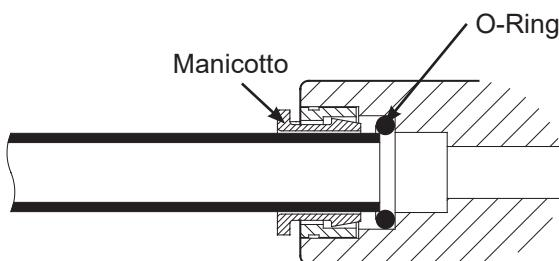
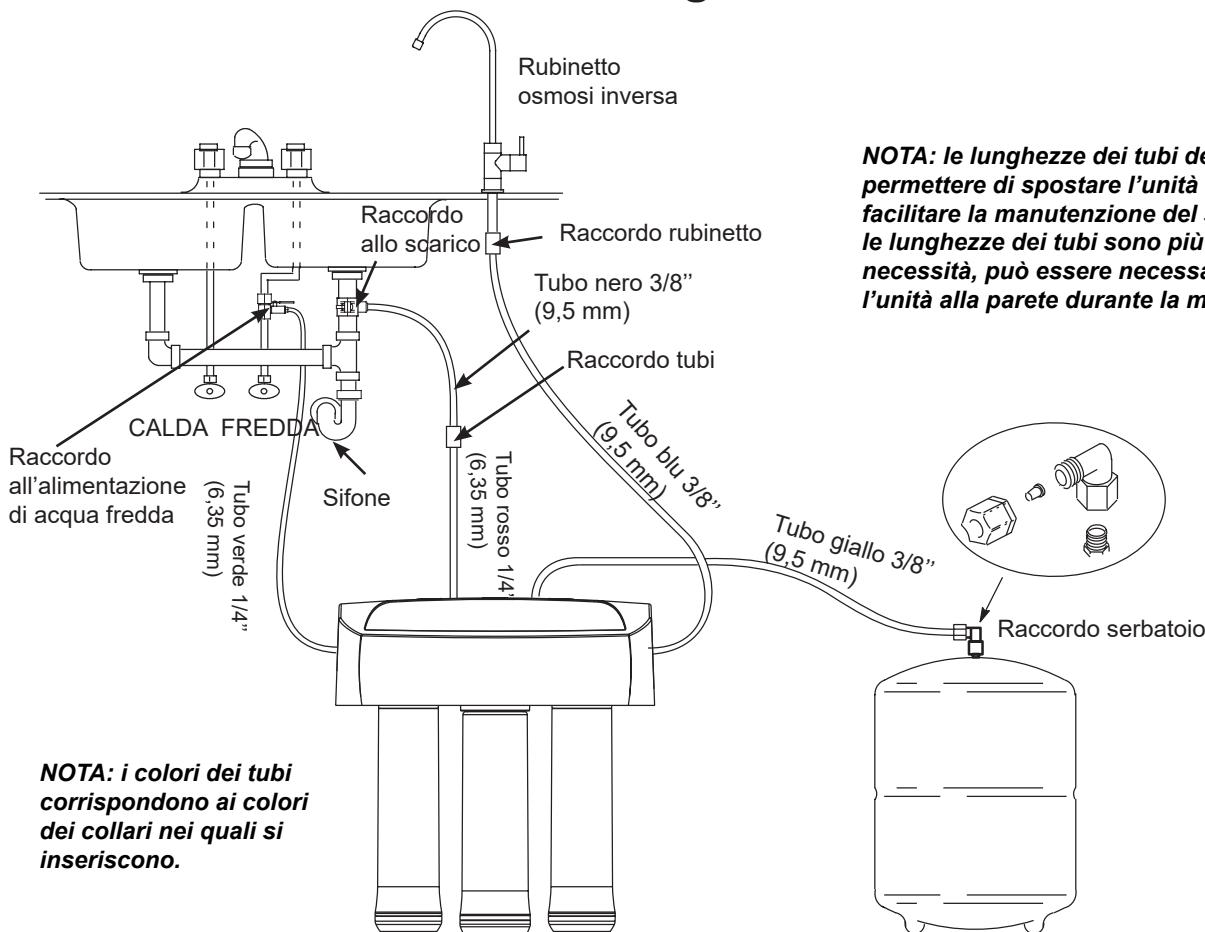

FIG. 16
FIG. 20
1. Spingete il tubo nel manicotto fino a farlo penetrare nell' O-ring. Continuate a esercitare pressione finché le estremità dei tubi appoggiano contro il bordo del raccordo. L'errore frequente è smettere di spingere quando il tubo penetra nell' O-ring. Vedi Fig. 17. Quando il tubo di 1/4" (6.35 mm) è completamente inserito, 1.7 cm di tubo sono entrati all'interno del raccordo. Quando un tubo di 3/8" (9.5 mm) è completamente inserito, 1.9 cm di tubo sono entrati all'interno del raccordo. Potete creare dei segni sui tubi con l'aiuto dello scotch o di un pennarello Cfr. Fig. 16 & 17.
- Collegate un'estremità del tubo verde al raccordo di alimentazione dell'acqua sul tubo dell'acqua fredda. Cfr. Fig. 20
- Inserite correttamente il tubo all'interno del colletto. Cfr. Figs. 16 & 17.
- Collegate un'estremità del tubo blu al connettore del rubinetto dell'osmosi. Vedere la Fig. 20.
- Inserite ben in profondità all'interno del raccordo del rubinetto. È un raccordo a pressione. Cfr. Fig. 16 & 17.
- Inserite correttamente all'interno del colletto. Cfr. Figs. 16 & 17.
- Tirate l'altra estremità del tubo rosso verso un punto tra il raccordo di scarico e l'unità di osmosi inversa. Cfr. Fig. 20.
- Inserite fino in fondo il tubo nel raccordo a pressione (1/4") (Fig. 20). Cfr. Fig 16 & 17.
- Tagliate una delle estremità del tubo ad angolo retto ed inseritela nel raccordo a pressione, nell'attacco da 3/8" spingendola fino in fondo. Cfr. Fig 16 & 17.
- Collegate l'altra estremità del tubo nero verso il raccordo di scarico (Fig. 20). Accorciate il tubo per collegarlo allo scarico nel modo più diretto possibile. Il tubo non deve arricciarsi o essere schiacciato.
- Collegate il raccordo allo scarico. Cfr. Fig 16 & 17.
- Tirate l'altra estremità del tubo giallo verso il raccordo situato sul serbatoio. Cfr. Fig. 20.